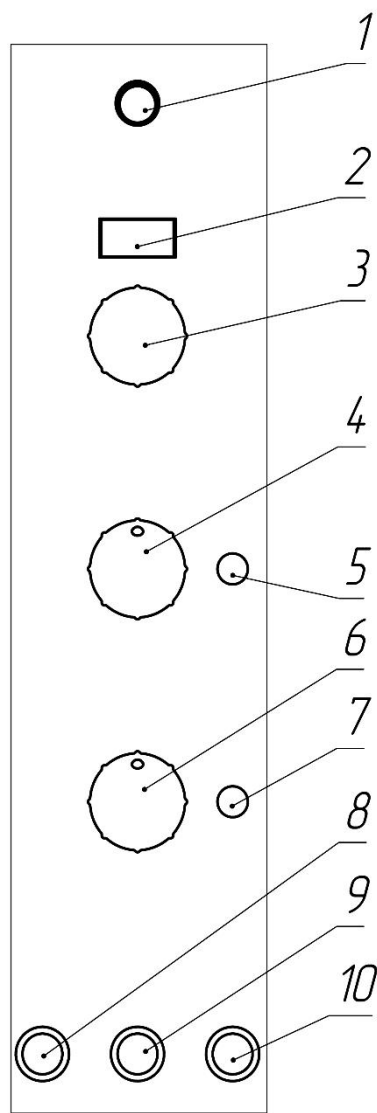

Рис. 2 Панель управления
3.14. Панель управления представлена на рис.2